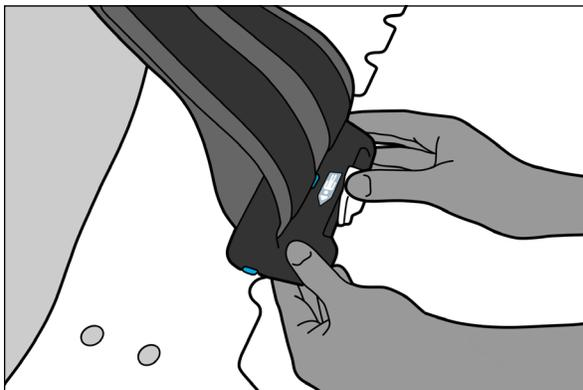

図8
5. レバーを時計回りに回して、クランプをデバイスにロックします (図8)。